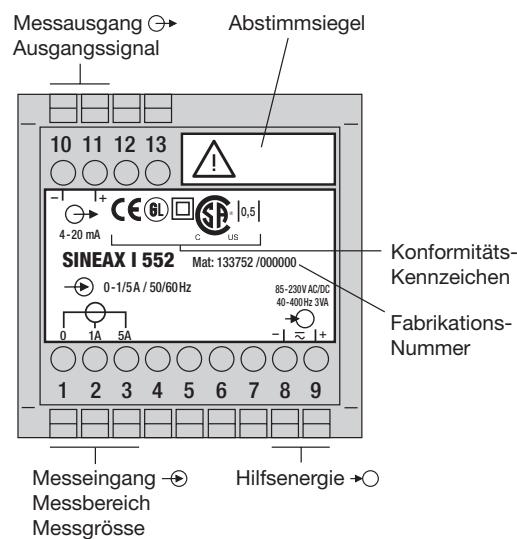

Bild 6. Erklärungen zum Typenschildbeispiel.
- ... dass die Daten, die zur Lösung der Messaufgabe erforderlich sind, mit denen auf dem Typenschild des SINEAX I 552 übereinstimmen (→ Messeingang, → Messausgang und → Hilfsenergie, siehe Bild 6)!